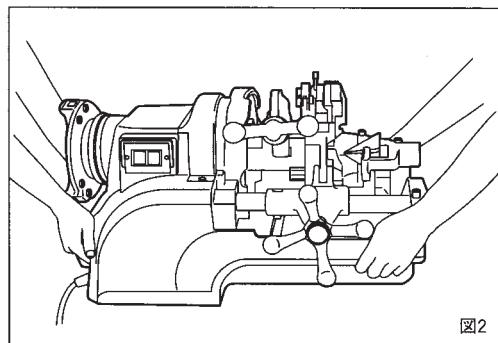

図2
1. マシンの運搬 (図2)
① S80AⅢ (自動切上・固定倣い自動切上ダイヘッド) の場合